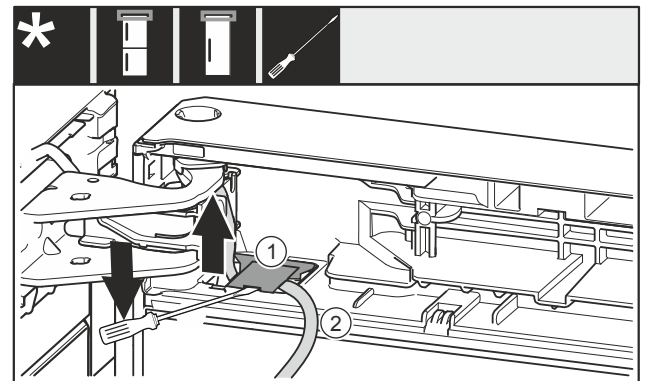

Fig. 20
- ▶ Avec un tournevis plat, soulever le cache Fig. 20 (1) et le retirer.
- ▶ Retirer le câble Fig. 20 (2).